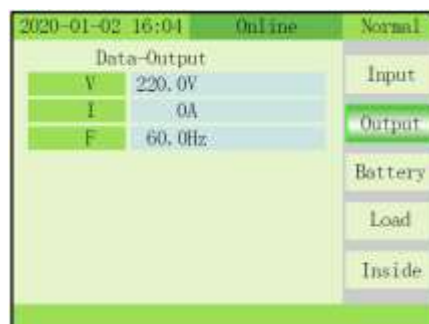

Fig. 4-5 Menú Data/Output
4) OUTPUT: Pulse para visualizar los datos de Salida (Fig. 4-5).